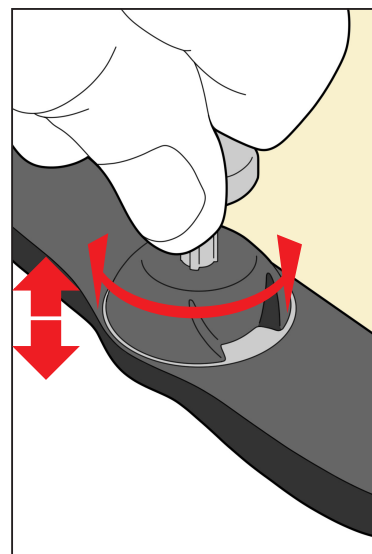

Fig. 7
1. Rotiți fiecare știft de pe masca anterioară din material termoplastic până obțineți înălțimea dorită a elementului de fixare; înălțimea recomandată este de 2 mm (marcajele sunt în incremente de 0,5 mm) (Fig. 7).